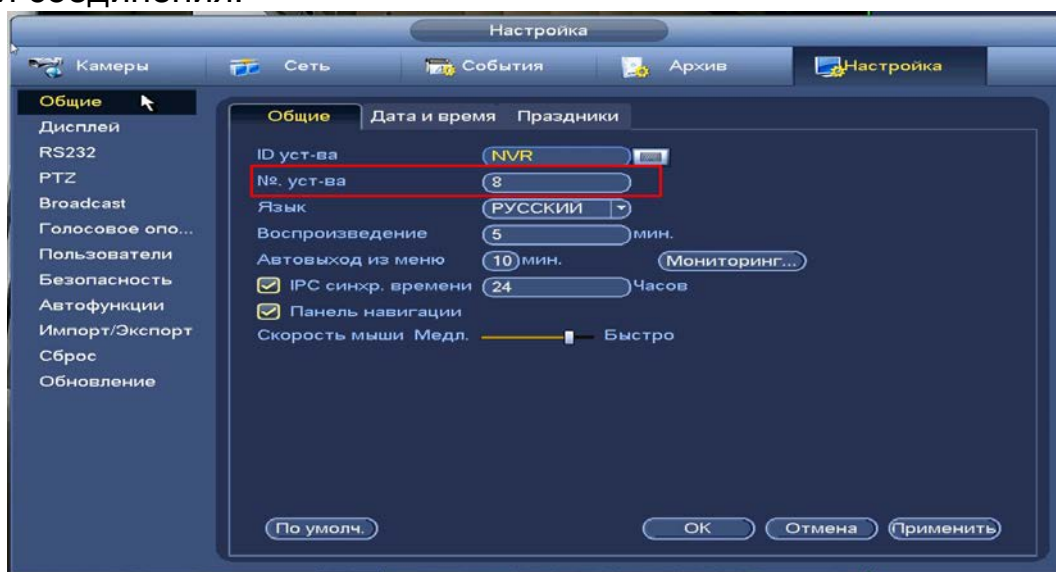

Рисунок 6.27 – Интерфейс для установки номера устройства
- 2 Установив номер устройства на видеорегистраторе (Рисунок 6.27), перейдите в настройки пульта управления.
| 232Addr/ 485Addr | Устанавливается номер устройства, который было введено в регистраторе в меню «Общие» (см. Рисунок 6.27). |